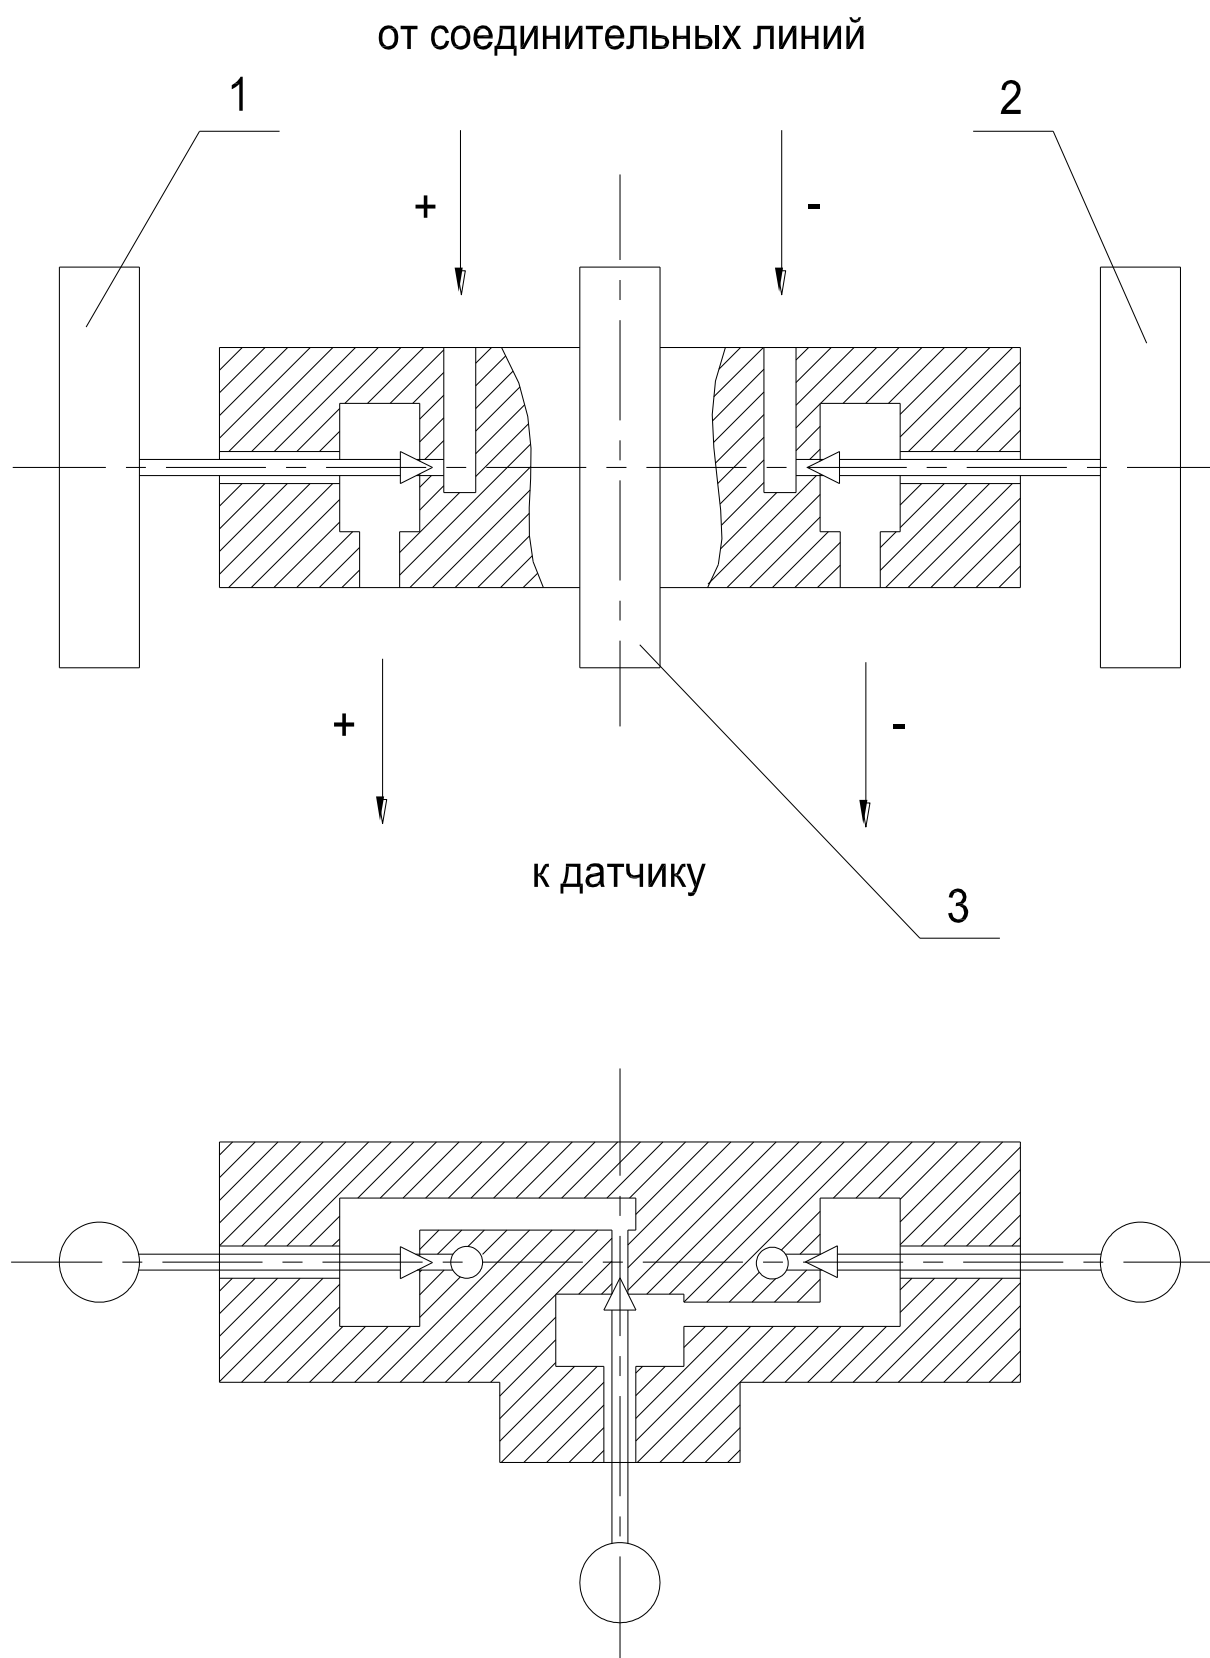

Рисунок 4 Схема клапанного блока
- 3) произвести продувку или слив конденсата, для чего открыть уравнительный клапан 3 (рисунок 4), затем плавно повернуть рукоятку 1 «плюсовой» камеры на 0,5-1 оборот против часовой стрелки, находясь при этом вне зоны продувки или слива конденсата;